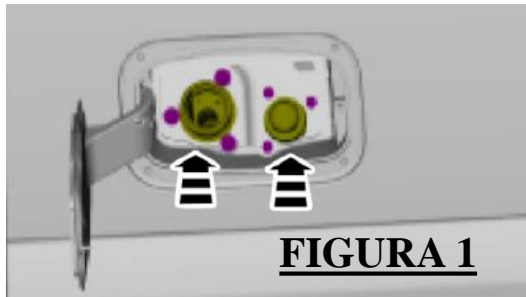

FIGURA 1
4. **NOTA:** Se muestra un motor a diesel, el motor a gasolina es similar (Figura 1).